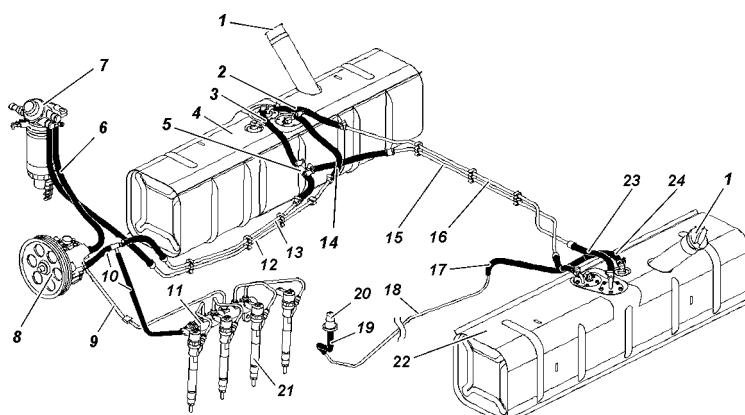

Рис. 9.18 Схема системы питания двигателя топливом
**Топливные баки 4, 22 (рис. 9.18).** Обслуживание топливных баков заключается в периодической промывке фильтра приемной трубы указателя уровня топлива (левый и правый бак) и промывке самих баков.